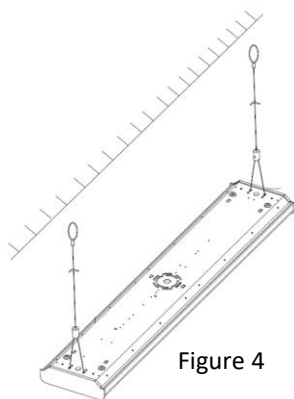

Figure 4
- B. Attach the suspension cable to the fixture through the appropriate holes at each end and level the fixture at the desired height (Fig 4).
- B. Rattacher le câble de suspension au luminaire par le trou adéquat à chaque extrémité et niveler le luminaire à la hauteur désirée (Fig. 4).